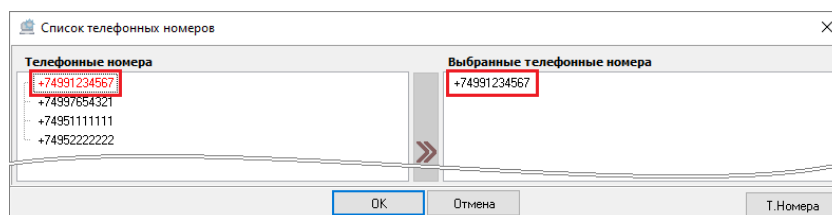

Рисунок 6-170 Выбранный телефонный номер
В поле **«Телефонные номера»** отображаются телефонные номера, выбор которых определяет состав телефонных номеров абонента. При этом для телефонных номеров, выбранных для абонента, применяется маркировка **красным шрифтом** (см. Рисунок 6-170).
- в окне «Список телефонных номеров» дважды кликните левой клавишей мыши по телефонному номеру в поле «Телефонные номера». Телефонный номер будет добавлен в поле «Выбранные телефонные номера» (см. Рисунок 6-170);